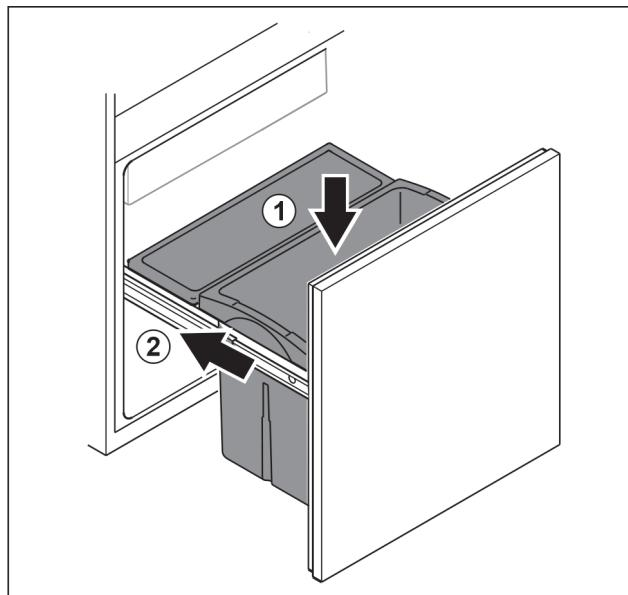

Fig. 99
- Вставьте выдвижной ящик сверху. Fig. 99 (1)
- Вставьте выдвижную тележку. Fig. 99 (2)